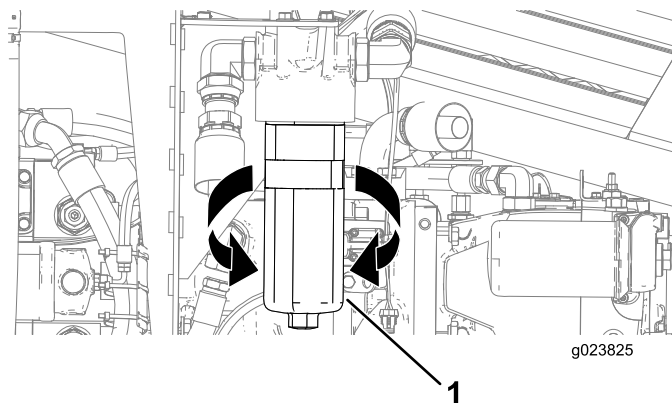

Рисунок 119
3. Поместите сливной поддон или уложите ветошь под фильтр линии нагнетания (Рисунок 119).
4. Поверните фильтр линии высокого давления гидросистемы против часовой стрелки и снимите его (Рисунок 119).
6. Совместите фильтр высокого давления гидросистемы с местом его посадки и поверните его по часовой стрелке до достижения момента затяжки 61 Н·м (45 фунт-футов), как показано на (Рисунок 119).